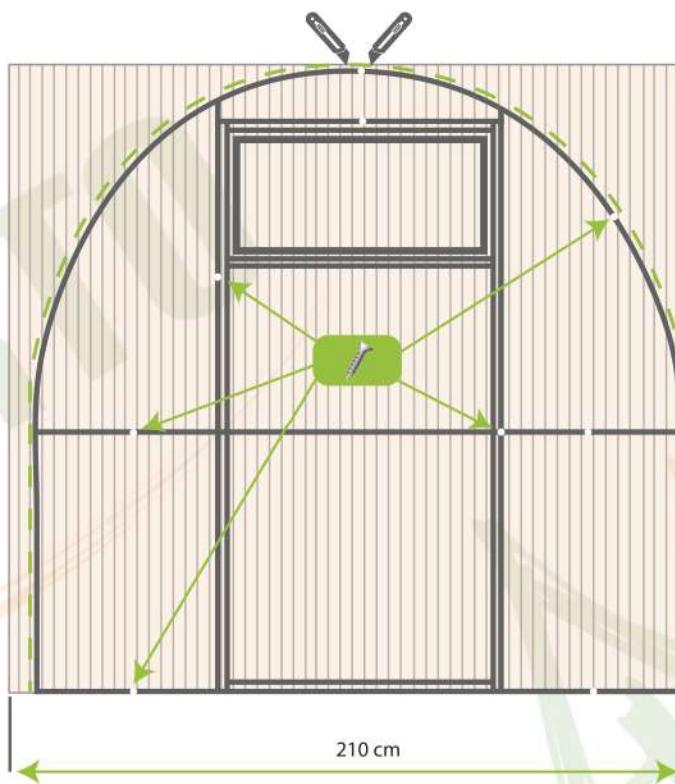

Рис. 2
5.1.2. Наложите отрезанную часть поликарбоната (200x210 см) на торец как показано на рис. 2. Соты поликарбоната должны располагаться по вертикали. Выровняйте его со всех сторон и закрепите саморезами по деталям торца, согласно просверленным отверстиям. Обрежьте поликарбонат ровно по дуге.